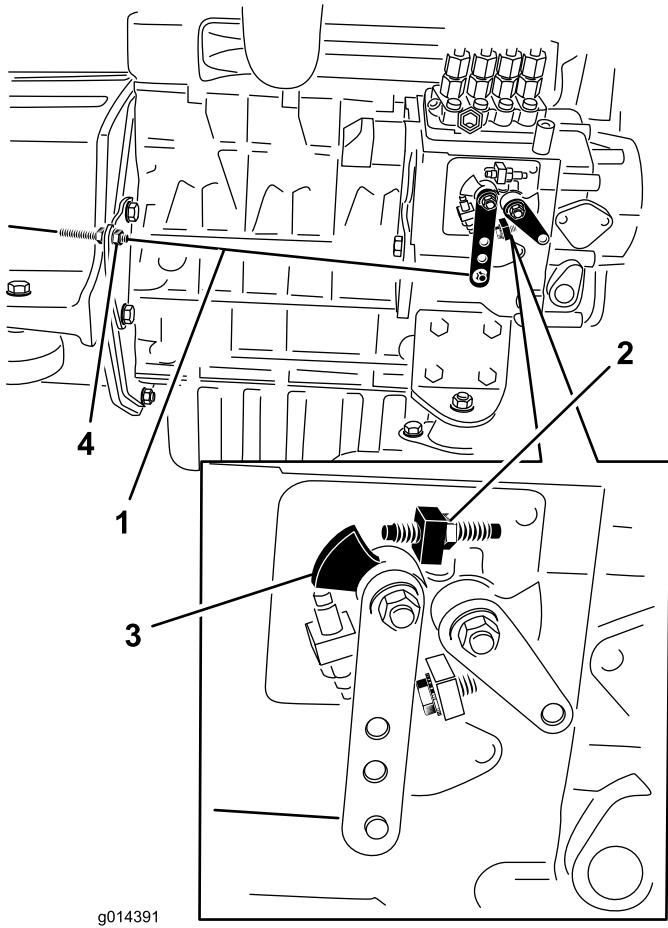

Bild 46
2. Überprüfen Sie die Stellung des Fahrgeschwindigkeitshebels auf der Einspritzpumpe für den Motorkraftstoff. Der Fahrgeschwindigkeitshebel sollte die Volllasteinstellschraube berühren, wenn sich der Gasbedienungshebel in der Leerlaufstellung SCHNELL“ befindet (Bild 46).
3. Bei Bedarf kann die Position der Kabelklemmmuttern des Gasbedienungshebels angepasst werden, so dass der Fahrantriebshebel die Volllasteinstellschraube berührt, wenn sich der Gasbedienungshebel in der Leerlaufstellung SCHNELL“ befindet (Bild 46).